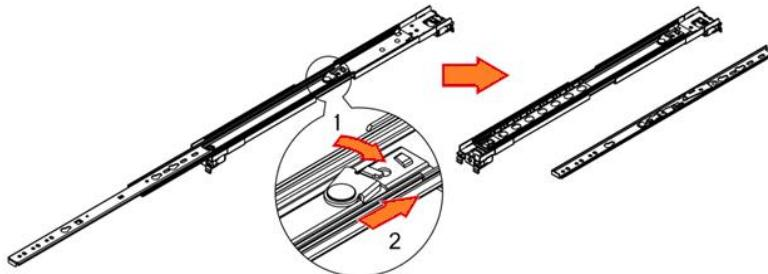
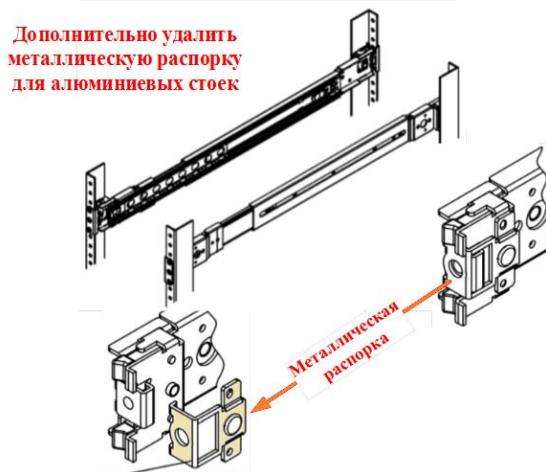

Рисунок 133 - Фиксирующий стопор
Рисунок 134 - Металлическая распорка
- 2) Отпустить фиксирующий стопор (см. Рисунок 133) и нажать средний канал внутрь, чтобы его убрать (см. Рисунок 134).